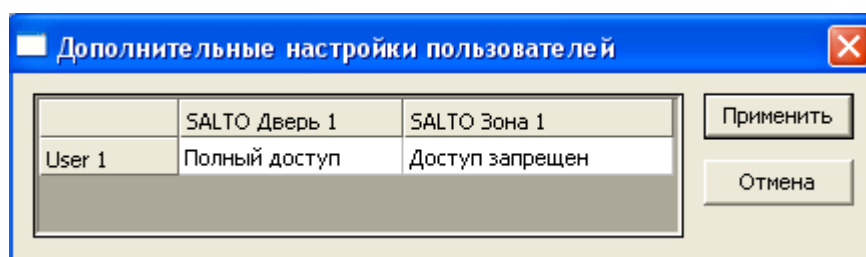

Рис. 3.3—6 Назначение пользователям уровней доступа
4. Каждому зарегистрированному в системе пользователю назначить требуемый уровень доступа через заданное периферийное устройство, выбрав данный уровень из раскрывающегося списка в соответствующей ячейке (см. Рис. 3.3—6, 1).
5. Для сохранения внесенных изменений нажать на кнопку **Применить** (см. Рис. 3.3—6, 2).